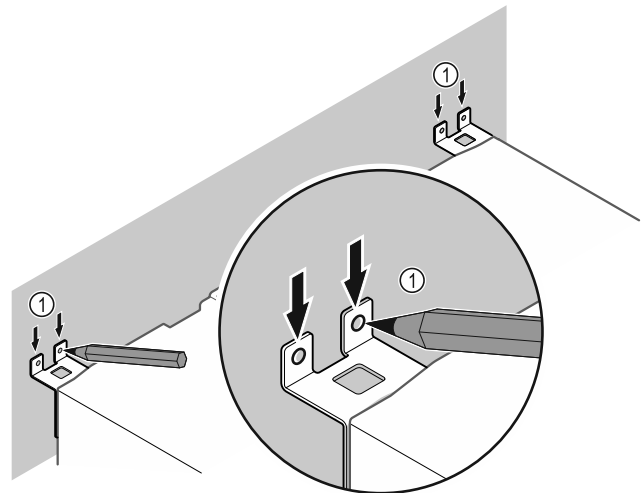

Fig. 13
- Markierungen an der Wand setzen Fig. 13 (1).